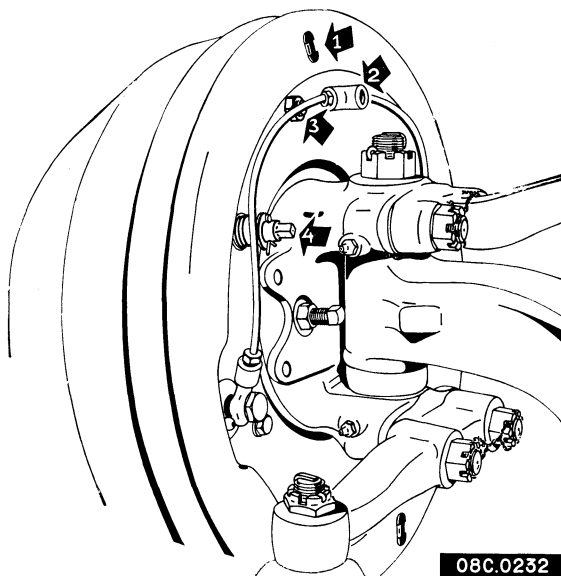

Fig. 5.
2. Draai de wartelmoer van de remleiding bij de centrale aansluiting (2, fig. 5) los en voorziet de leiding van een schone prop om inwendige vervuiling en remvloeistofverlies te voorkomen.
7. Draai met een sleutel de stelbout (4, fig. 5) rechtsonder, totdat de remschoen aanligt.
**Opmerking:** Voor het controleren van de voering kan het plaatje (1, fig. 5) worden verwijderd, waarna eventueel de speling tussen remvoering en trommel met een voelmaat kan worden opgemeten.